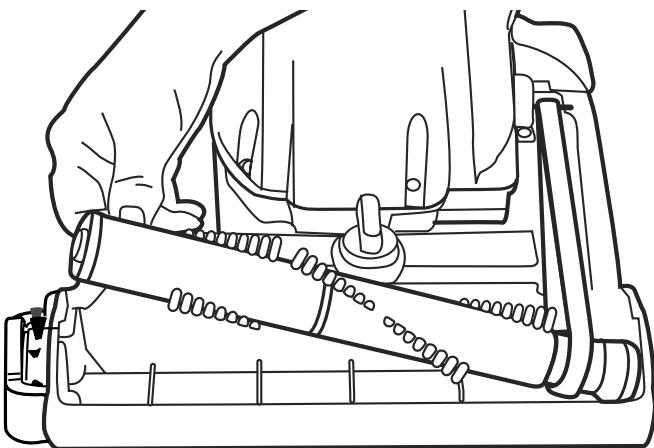

FIG. 31
- Step 3:** Remove the hood from the cleaner and check for a blockage in the brushroll area (FIG. 31). Make sure the hose inlet is clear. **If no blockage is found, continue to step 4.** After the blockage is found and cleared, replace the hood on the cleaner.
Étape 3 : Enlever le capot de l'aspirateur et vérifier pour un blocage au niveau du rouleau-brosse (FIG. 31). S'assurer que l'arrivée du tuyau soit dégagée. **S'il n'y a aucune obstruction, continuer à l'étape 4.** Après avoir trouvé et enlevé l'obstruction, remettez le capot sur l'aspirateur.
Paso 3: Quite la tapa de la base de la aspiradora y revise para ver si hay alguna obstrucción en el área del cepillo circular (FIG. 31).